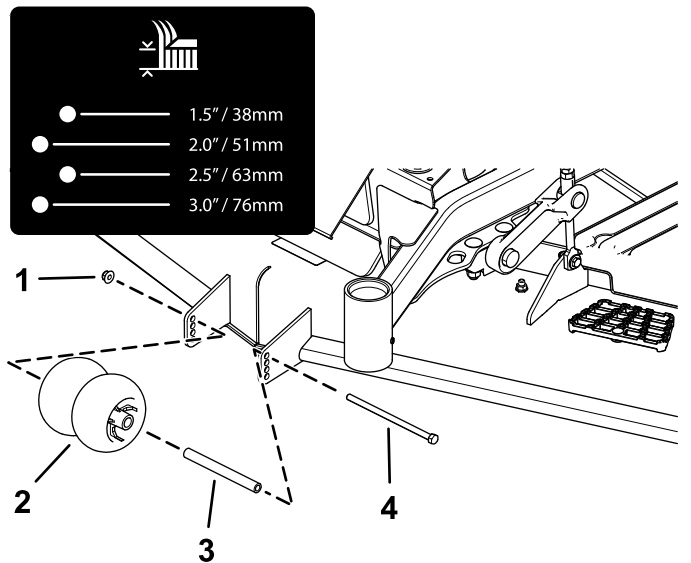
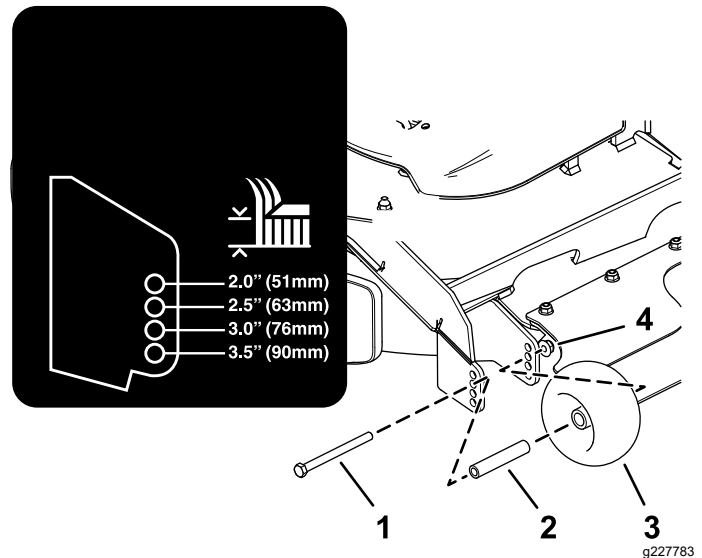

Bild 26
Bild 27
4. Stellen Sie die Antiskalpierrollen, wie in Bild 26 und Bild 27 abgebildet.